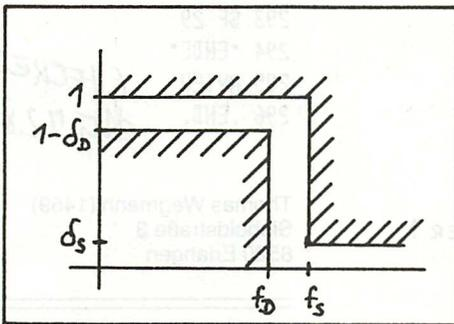

Bild 2:
3. Eine Transformation des Toleranzschlauches liefert ein Approximationsschema nach Bild 3, das eine angenehmere mathematische Behandlung erlaubt als Bild 2. Für die neuen Größen Delta 1 und Delta 2 gilt Formel (1). Das Schema kann entweder durch Funktionen mit Potenzverlauf oder Chebyshevverhalten im Durchlaß- bzw. Sperrbereich ausgefüllt werden. Der nötige Filtergrad  $N_{MIN}$  bestimmt sich dann aus Gleichung (2) bzw. (3). Zu Vergleichszwecken kann auch der Filtergrad einer FIR - Version berechnet werden, die erforderliche Parameterumrechnung erfolgt über Gleichung (4).
Modifikation von Bild 2